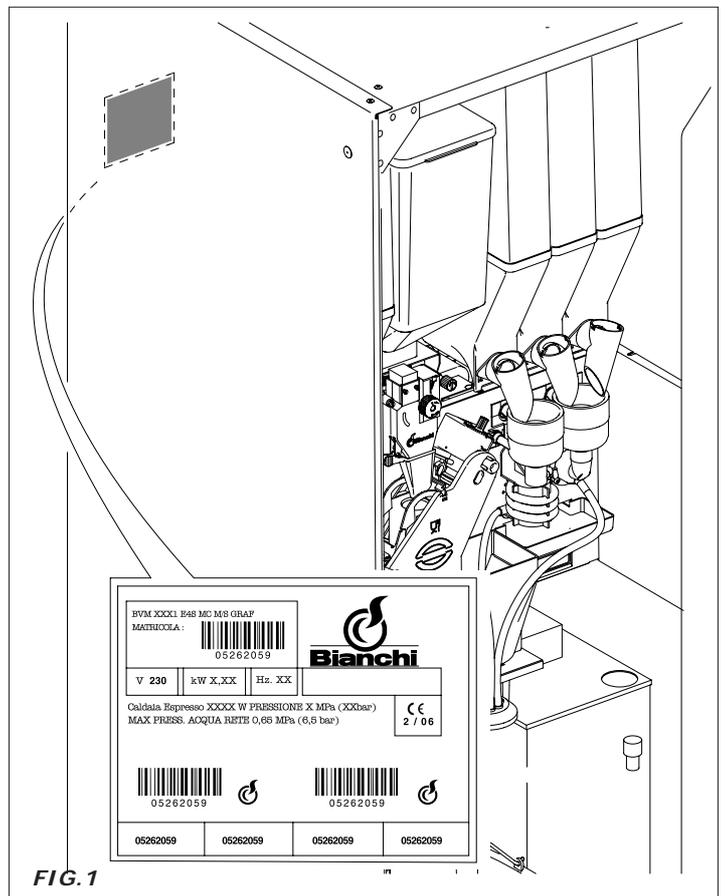

FIG. 1
- los datos que aparecen en la placa de características. (Fig. 1)